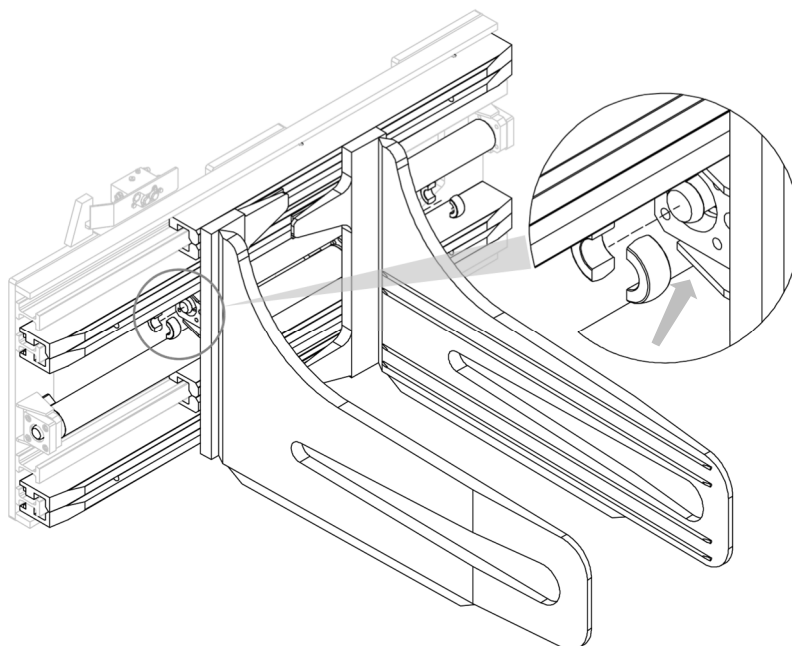

Figure 8
3. Installer les colliers de blocage (voir *Figure 8*).